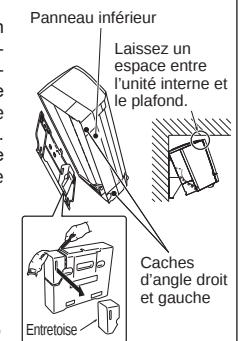

Figure 5
- Découpez l'entretoise dans le polystyrène de l'emballage et placez-la sur la nervure à l'arrière de l'unité interne. (Figure 5)
- Raccordez la conduite de réfrigérant à l'aide du tuyau télescopique (B).
- Poussez la partie inférieure de l'unité interne pour qu'elle s'insère dans le gabarit d'installation (1), puis fixez les pièces en procédant dans l'ordre inverse de la dépose.